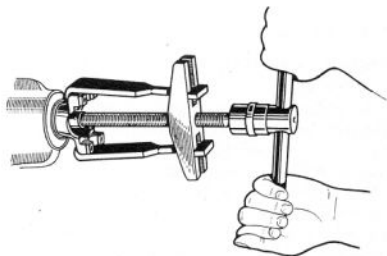

FIGURE 4.—Démontage de la chape du joint de cardan.
9. Enlever l'ensemble de la chape du joint de cardan No. 59, en se servant d'un arrache-moyeu, suivant figure 4.